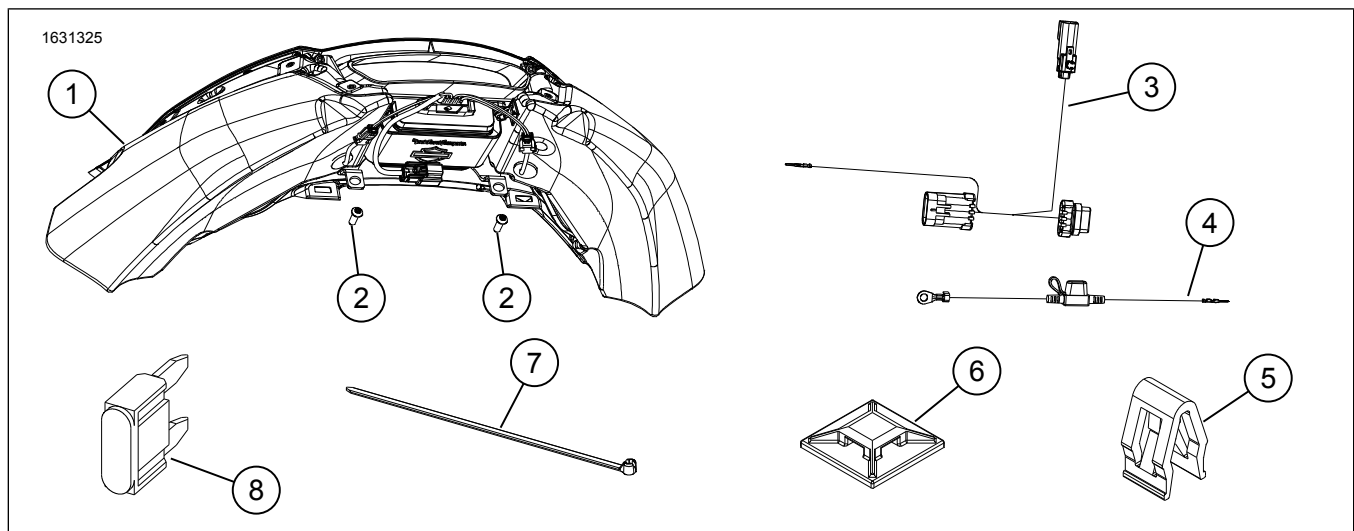

Figure 1. Contenu du kit : Système H-D audio développé par Rockford Fosgate - Kit système audio carénage intérieur
- a. Voir la figure 1. Utiliser des attaches de retenue (6) et des serre-câbles (7) pour fixer les fils libres.
- b. Installer un ancrage de [359A/B] dans le carénage inférieur intérieur (5).